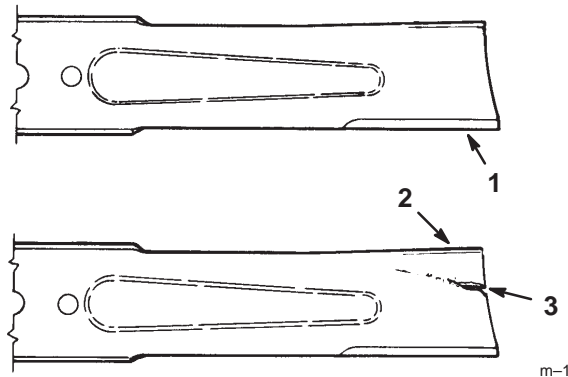

Figure 29
1. Inspectez les tranchants des lames (Fig. 29). Si les lames ne sont pas tranchantes ou si elles présentent des indentations, déposez-les et aiguisiez-les (voir Aiguisage des lames, page 31).
2. Inspectez les lames, surtout la partie incurvée (Fig. 29). Remplacez immédiatement toute lame endommagée, usée ou qui présente une entaille (repère 3 de la Fig. 29).